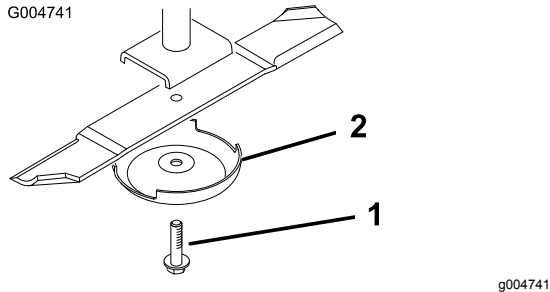

Figura 112
2. Sujete el extremo de la cuchilla usando un paño o un guante grueso. Retire del eje de la cuchilla el perno de la cuchilla, el protector de césped y la cuchilla (Figura 112).